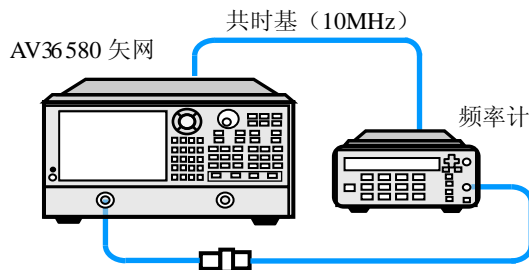

图 14-2 频率分辨率测试框图
- a) 如图 14-2 所示连接系统，预热 90 分钟以上。